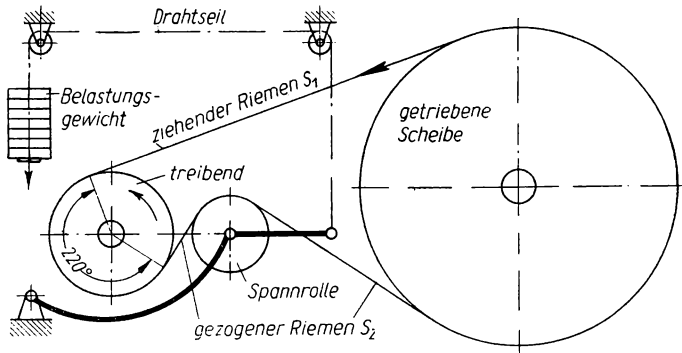

Bild 270
**412.** Bei dem Riementrieb (Bild 270) wird in dem gezogenen Riementeil durch eine Spannrolle mit Belastungsgewicht eine Spannkraft 170 kg erzeugt. Der vom Riemen umfaßte Winkel an der treibenden Scheibe beträgt  $220^\circ$ , die Reibungszahl für Leder auf Grauguß 0,25. **a)** Wie groß ist an der treibenden Scheibe der umspannte Bogen, gemessen auf einem Kreise vom Halbmesser 1? **b)** der Wert  $e^{\mu \alpha}$ ? **c)** Welche höchstzulässige Zugkraft darf von der treibenden